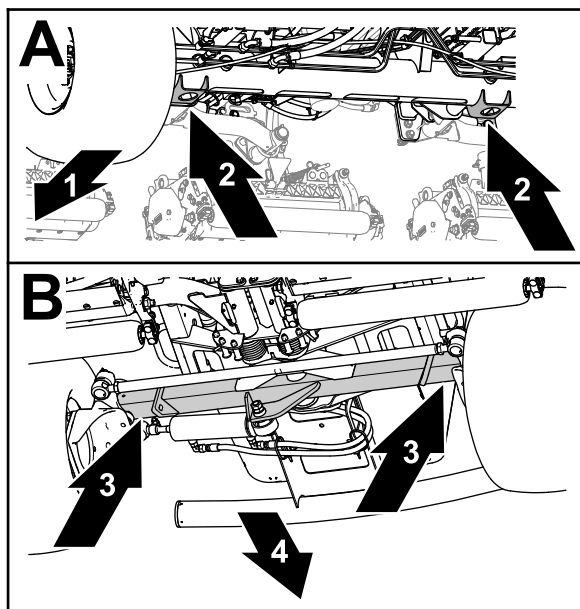

Figura 55
- Faș - suporturile pentru cric ale tubului osiei faș (Figura 55).